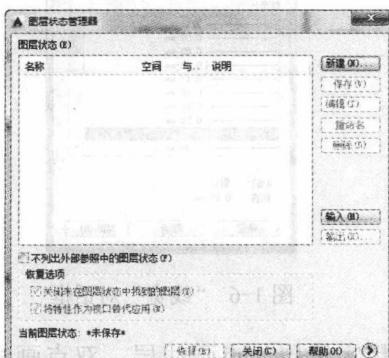

图 1-10 “图层状态管理器”对话框
1. 单击“图层特性管理器”对话框左上方的“图层状态管理器”按钮，弹出如图 1-10 所示的“图层状态管理器”对话框。